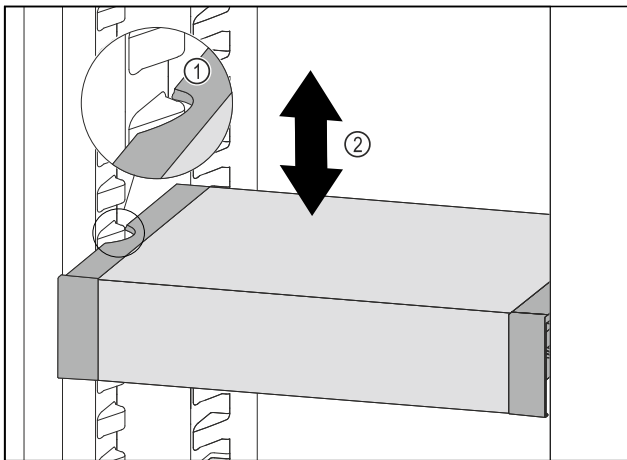

Fig. 56
- VarioSafe nach vorne ziehen, bis sich die seitlichen Aussparungen des VarioSafes auf Höhe der Behälterrippe im Kühlteil befinden. Fig. 56 (1)
- VarioSafe im Kühlteil nach oben oder unten bewegen, bis gewünschte Höhe erreicht ist. Fig. 56 (2)